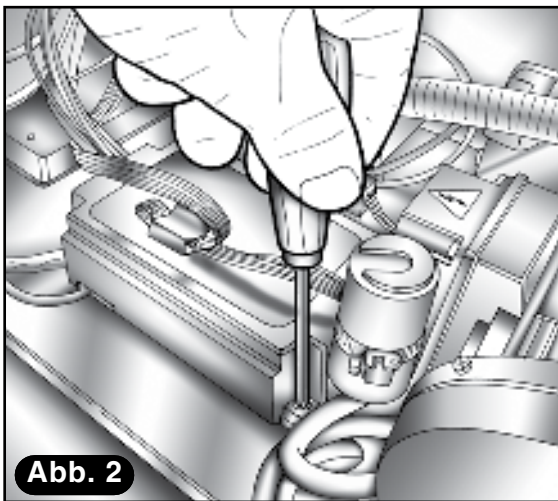

Abb. 2
- 2) Schutzabdeckung der Leistungskarte abschrauben (**Abb. 2**).